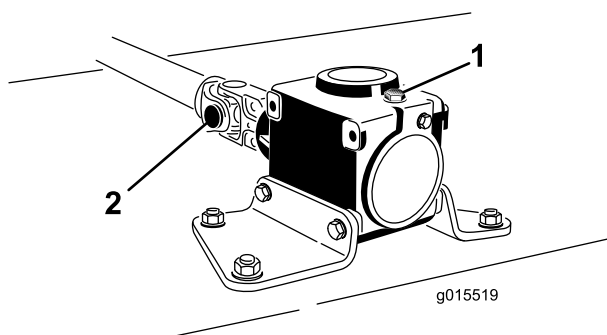

図 3
- ヨークとギアボックスのシャフトからロールピンを取り外す 図 3。ロールピンは再使用するので捨てないこと。
- キャップスクリュー2本とロックナットをゆるめる 図 3。